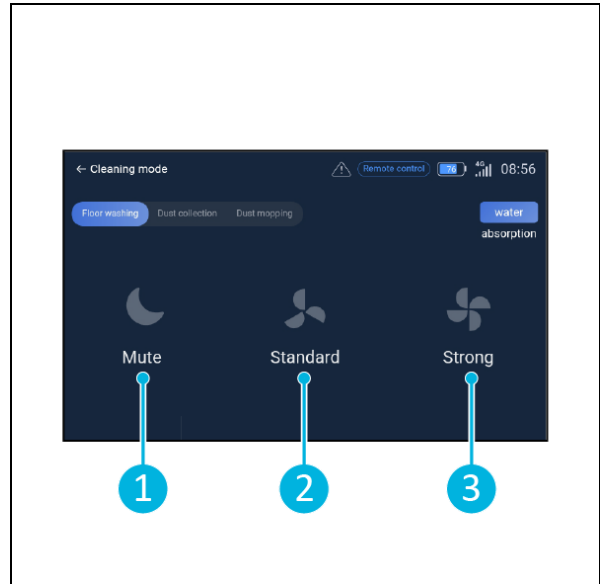

Figura 20
2. Selecionar uma definição de limpeza. [Mudo] (Figura 20, pos. 1), [Padrão] (Figura 20, pos. 2) ou [Forte] (Figura 20, pos. 3).